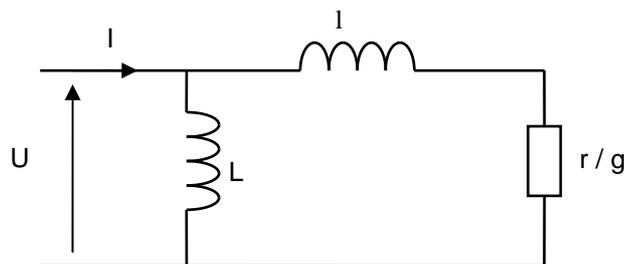

Figure 1
2) Montrer que les éléments du schéma équivalent p ar phase donné à la figure 1 (page 4) ont pour valeurs :